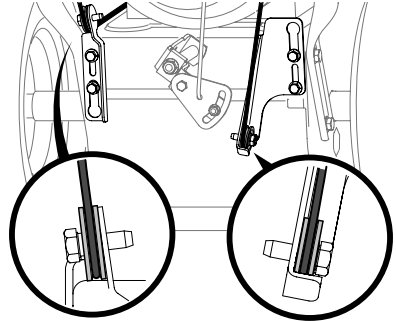

Figure 2
4. Regardez à l'arrière de la souffleuse à neige, vers le bas et vérifiez que les deux câbles (si votre appareil est équipé d'une poire d'amorçage) sont bien installés sur les poulies. Voir (Figure 2).
5. Relevez la partie supérieure de la poignée. Voir Figure 2. Retirez les bandes élastiques, s'il y a lieu, et jetez-les. Ils ne servent qu'à des fins d'emballage.